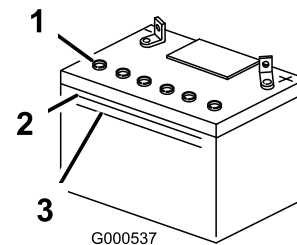

Figura 42
3. Osservate il fianco della batteria. L'elettrolito deve raggiungere la linea superiore (Figura 42). Non lasciate scendere l'elettrolito sotto la linea inferiore (Figura 42).
5. Togliete i tappi di spurgo dalla batteria (Figura 42).
6. Aggiungete lentamente acqua distillata in ogni elemento della batteria finché l'elettrolito non raggiunge la linea superiore (Figura 42) sulla scatola della batteria.
7. Attendete 5 o 10 minuti dopo avere riempito gli elementi della batteria. All'occorrenza, aggiungete acqua distillata finché l'elettrolito non raggiunge la linea superiore (Figura 42) sulla scatola della batteria.